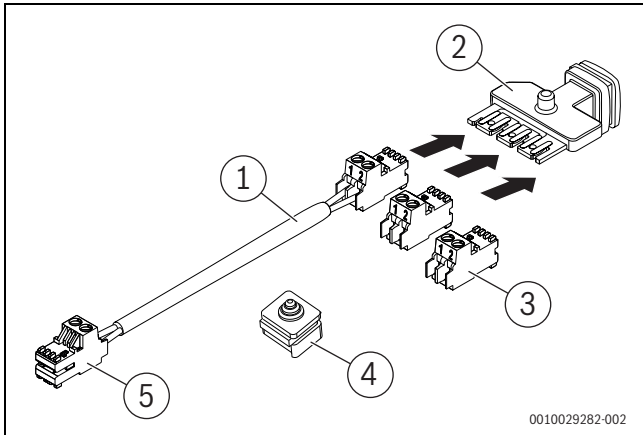

Bild 118 Lieferumfang Zubehör CS 37
- ▶ Kabel (→ Bild 118, [1]) mit Stecker an die EMS-BUS-Leiste (→ Bild 118, [2]) stecken.
- ▶ Beide Stecker (→ Bild 118, [3]) auf die Steckplätze der EMS-BUS-Leiste (→ Bild 118, [2]) stecken.
- ▶ EMS-BUS-Leiste (→ Bild 118, [2]) mit den Steckern nach unten in die Öffnung für die Kabeldurchführungen einsetzen.
- ▶ Mitgelieferte Kabeldurchführung (→ Bild 118, [4]) einsetzen.